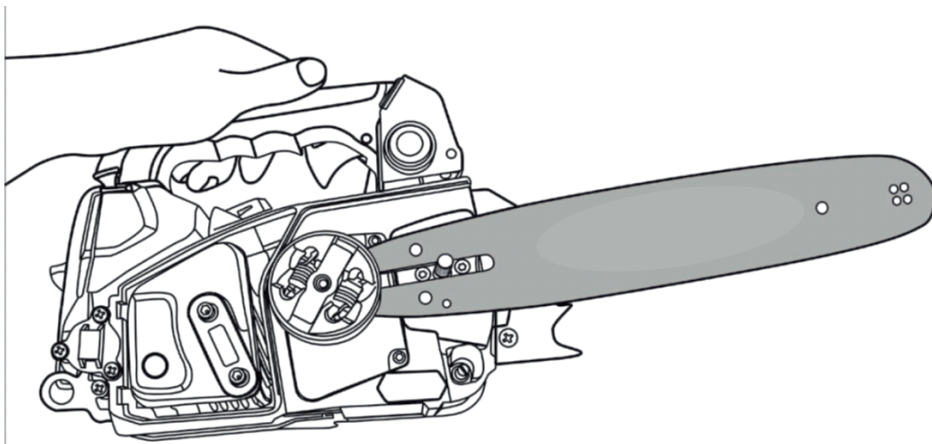

Рис. 6. Установка шины
4. Установите пильное полотно специальным пазом на направляющий болт, в положение максимально близким к ведущей звездочке. Установите штифт механизма натяжения цепи в специальное отверстие на полотне шины (рис. 6)